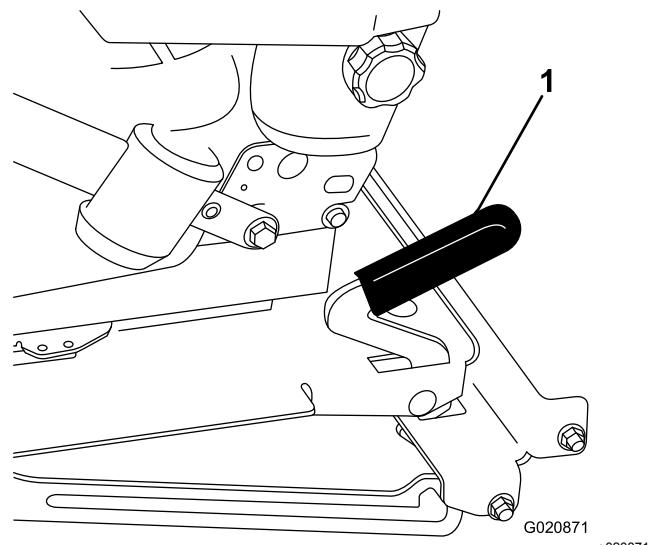

Figure 48
2. Tirez le levier de blocage en avant et soulevez-le pour débloquer le siège (Figure 48).